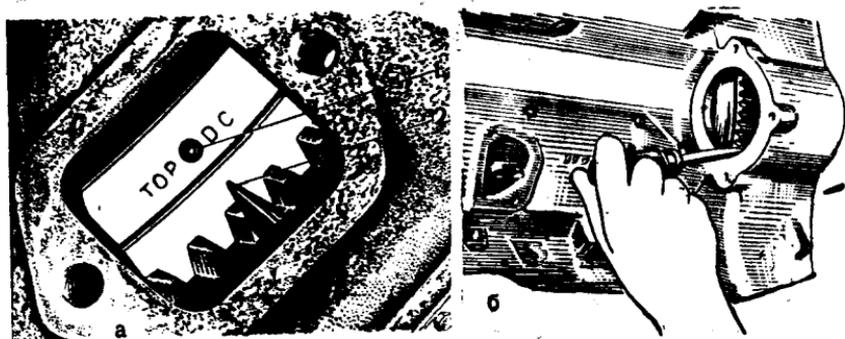

Рис. 51. Установка маховика при установке зажигания и проворачивание коленчатого вала двигателя:
3. Медленно проворачивать коленчатый вал двигателя до тех пор, пока стальной шарик 1 (рис. 51), завальцованный в маховик, не совпадёт с указателем 2 на картере маховика.